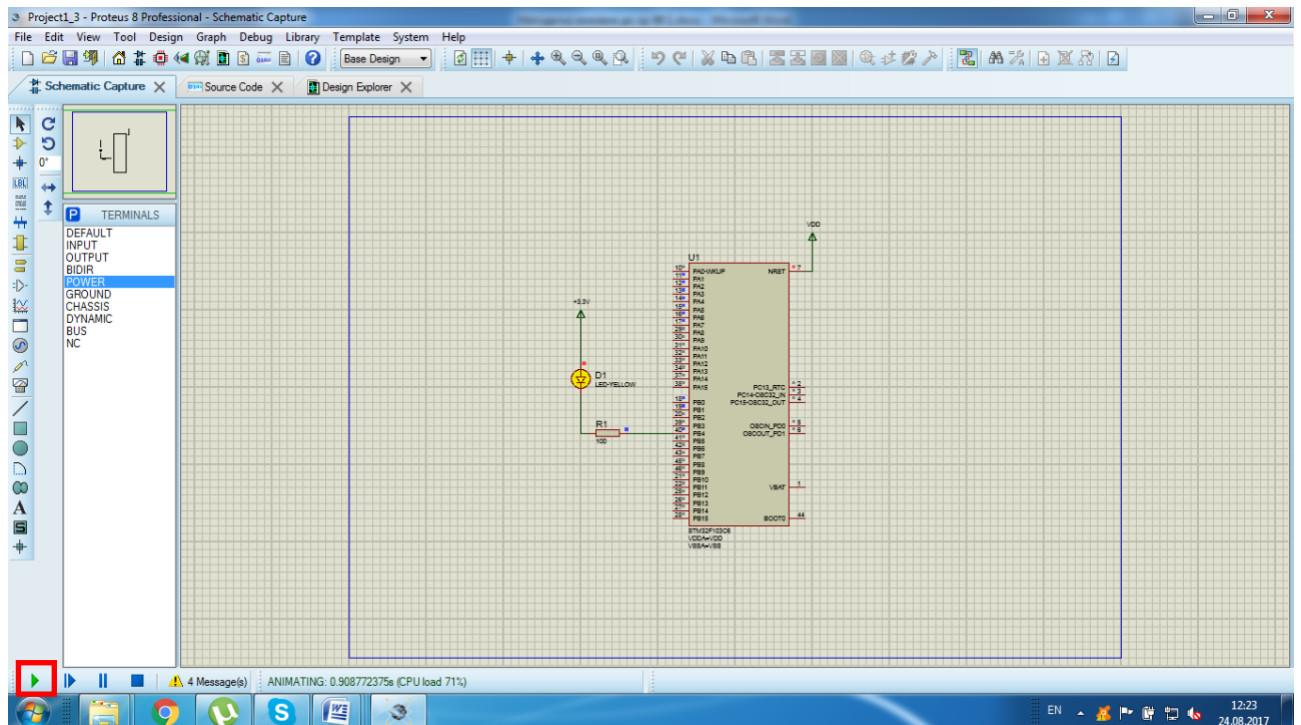

Рис. 9
1.4. Скомпілювати проект Build->Build Project, перейти до вікна Schematic Capture та запустити проект на симуляцію, натиснувши на кнопку Run у нижній лівій частині вікна, рис. 9, після початку симуляції світлодіод повинен почати світитись.